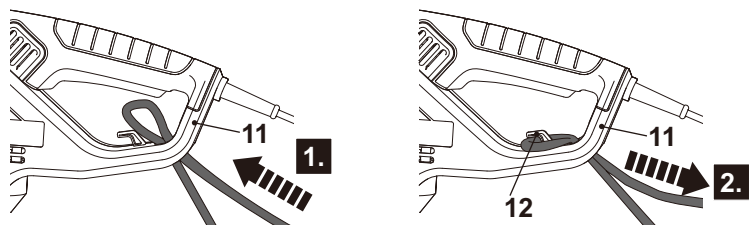

Fig. 4
1. Dobre o cabo de extensão para trás, cerca de 30 cm a partir da extremidade, e direcione o laço através do orifício da proteção traseira (11) (Fig. 4, passo 1).
2. Passe-o por cima do retentor de cabo (12) e puxe cuidadosamente o cabo para assegurar que fica bem preso (Fig. 4, passo 2).